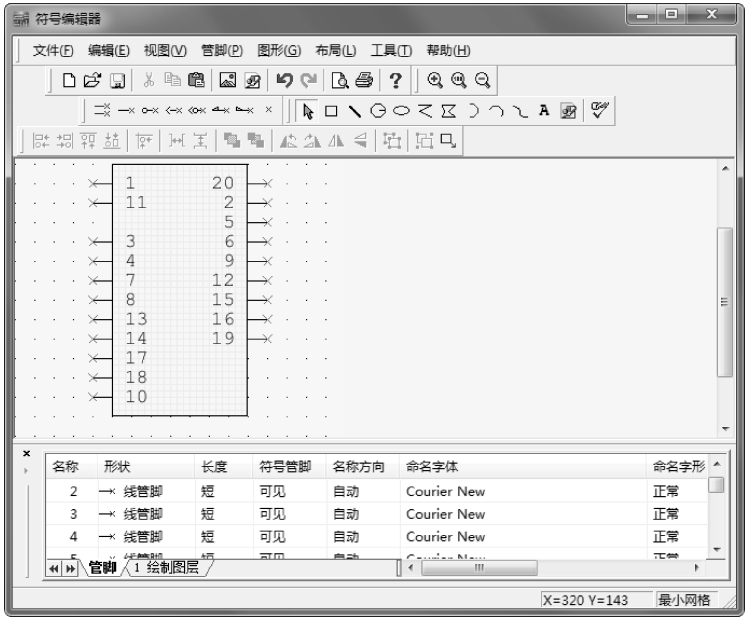

图 10-102 引脚位置调整
② 拖动鼠标调整引脚与边框大小，该元器件包括两个隐藏引脚 10、20，在这里不设置，删除多余引脚，结果如图 10-102 所示。